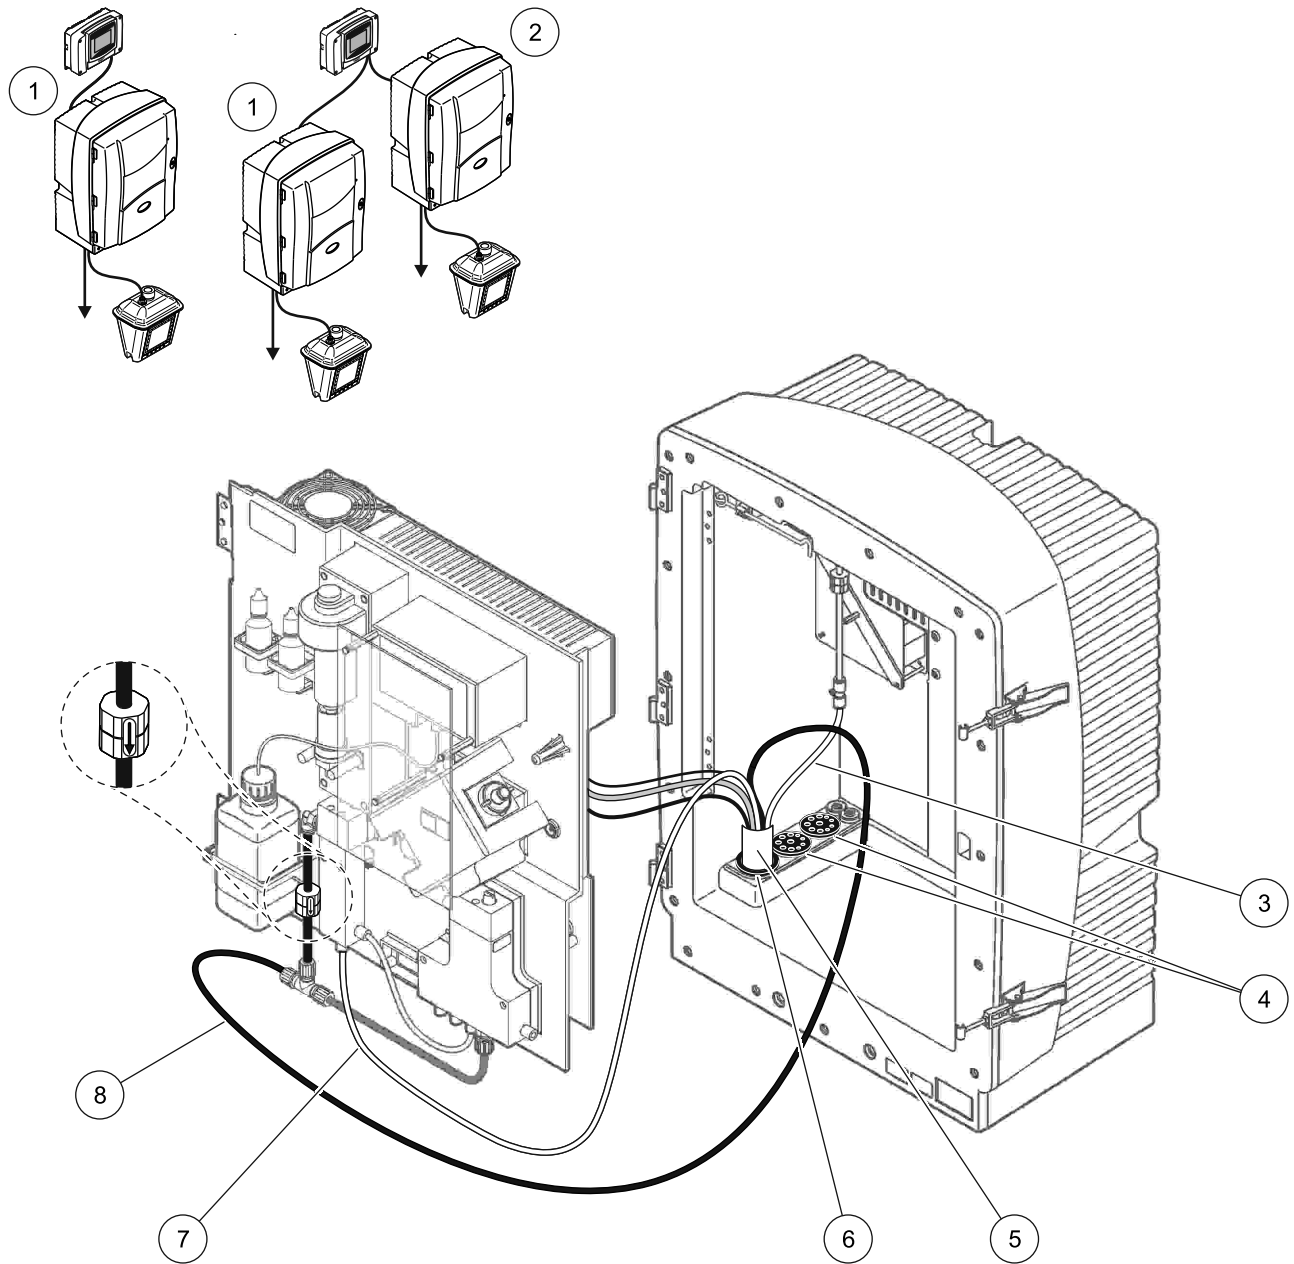

Figura 29 Configuração da opção 1
Consulte o Figura 29 e as seguintes instruções para a Opção 1:
2. Alimente a mangueira da Sonda do Filtro sc (linhas de amostra, cabos eléctricos e tubo de drenagem) através da abertura do analisador (item 5, Figura 29). Utilize o Conector Vedante #2 para fixar.
5. Ligue o tubo de ar ao compressor (item 3). Consulte o secção 3.5.5 na página 28.
6. Ligue o tubo de drenagem à Sonda do Filtro sc (Figura 29 na página 81).